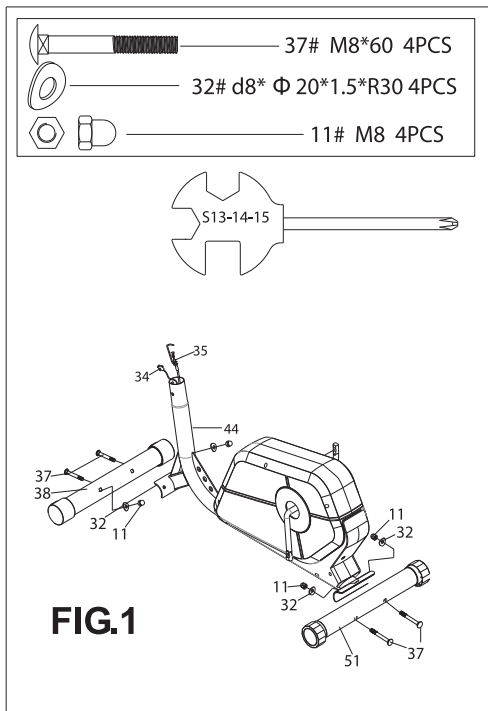

Fig. 1: Attach the Front Stabilizer (38) and the Rear Stabilizer (51) to the Main Frame (44) with Carriage Bolts (37), Cap Nuts (11), and Arc Washers (32)
Fig. 1: Attacher le stabilisateur avant (38) et le stabilisateur arrière (51) au cadre principal (44) avec des boulons de carrosserie (37), des écrous borgnes (11) et des rondelles en arc (32)